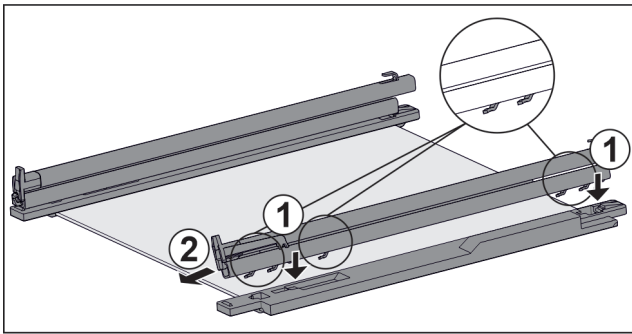

Fig. 55 Скляна пластина з рейками та деталями для підтримки
- ▶ Одягти гаки рейки на отвори **лівої** деталі для підтримки. Fig. 55 (1)
- ▶ Потягніть рейку вперед. Fig. 55 (2)
- ▶ Одягти гаки рейки на отвори **правої** деталі для підтримки. Fig. 55 (1)